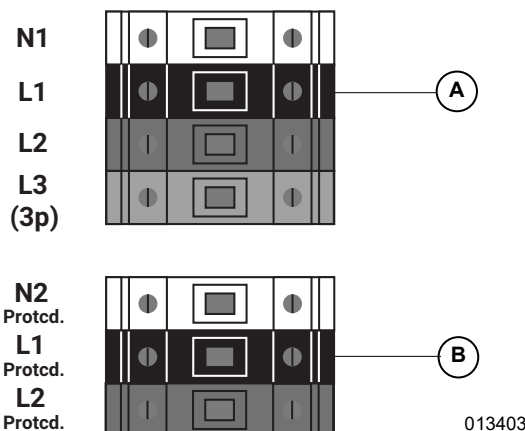

Figure 5-7. Bornes de câblage c.a.
Voir Figure 5-7. L'installateur a pour responsabilité d'installer une protection contre les surintensités de 40 A pour le câblage jusqu'aux bornes de raccordement au réseau c.a. (A). Les conducteurs doivent être de calibres conformes à l'article 705 du NEC concernant le raccordement au réseau électrique. Tous les autres conducteurs dans le système doivent être de calibres conformes à l'article 310 et à tout autre article applicable du NEC.
- Voir Figure 5-7. L'onduleur PWRcell est équipé de quatre bornes de raccordement au réseau c.a. et de trois bornes pour charges protégées.
- Utiliser les quatre bornes du haut (A) pour le raccordement au réseau électrique.